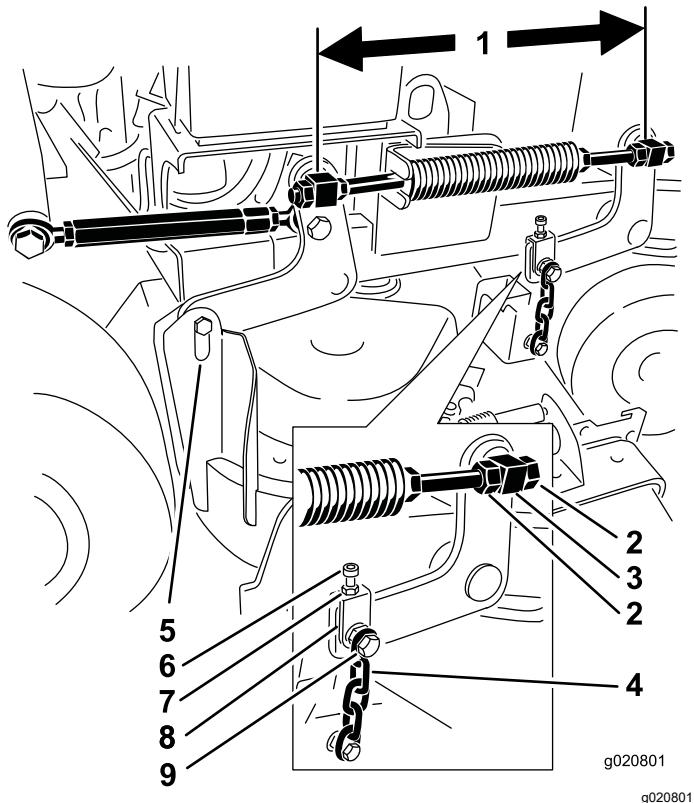

Figura 81
il centro delle parti girevoli (distanza da centro a centro) su ogni asta filettata (Figura 81).
2. Allentate i controdadi nella parte girevole **anteriore** (Figura 81).
4. Serrate i controdadi sulla parte girevole **anteriore** (Figura 81).
4. Allentate i controdadi sulla parte girevole anteriore destra e sinistra (Figura 81).
- Serrate i controdadi sulla parte girevole anteriore destra e sinistra (Figura 81).
- Allentate i controdadi sulla parte girevole anteriore sinistra (Figura 81).
- Serrate i controdadi sulla parte girevole anteriore sinistra (Figura 81).
- Allentate i bulloni superiori della catena (Figura 81).
- Allentate i controdadi su ciascuna forcella (Figura 81).
- Serrati i controdadi e i bulloni superiori della catena (Figura 81).